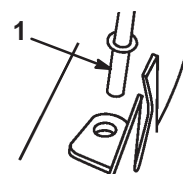

Figure 41
5. Insérez la tige de support de l'éjecteur dans le trou du côté droit de la tondeuse (Fig. 41).